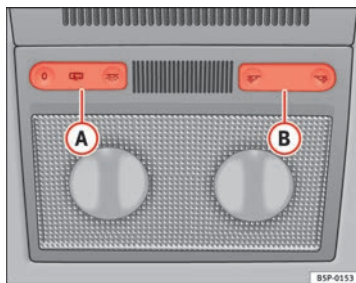
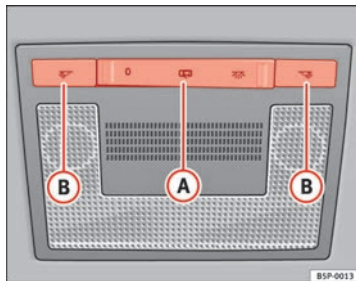

Abb. 81 Dachhimmel:
Abb. 82 Dachhimmel:
Drücken Sie die entsprechende Taste ⇒ Abb. 81 (B) und ⇒ Abb. 82 (B), um die Leseleuchte einzuschalten.